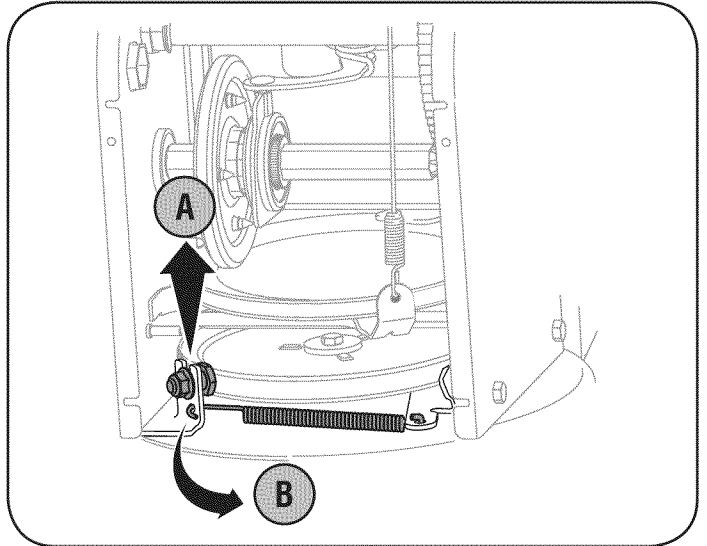

Figura 24
- A. Afloje y retire el tornillo con reborde que actúa como guarda de la correa. Vea la figura 24.